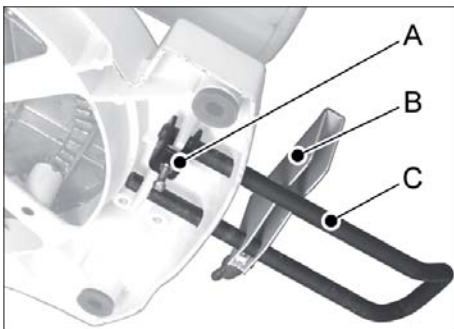

Рис. 4
- Установите ограничитель по длине (B, Рис. 4) на правой или левой стороне.